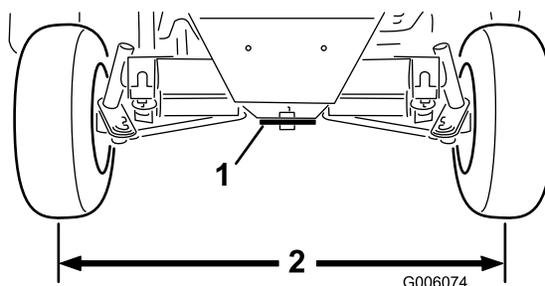

Figura 58
3. Regolate entrambi i tiranti finché la distanza da centro a centro sulla parte anteriore e posteriore delle ruote posteriori non è identica (Figura 58).